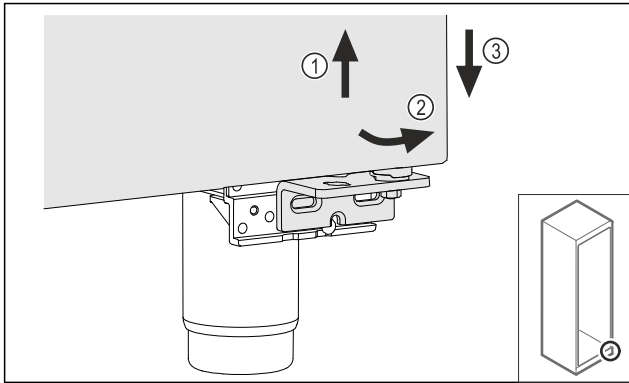

Fig. 23
- ▶ Ανασηκώστε ελαφρώς την πόρτα Fig. 23 (1), γείρετε την κάτω προς τα εμπρός Fig. 23 (2) και κατεβάστε τη Fig. 23 (3).